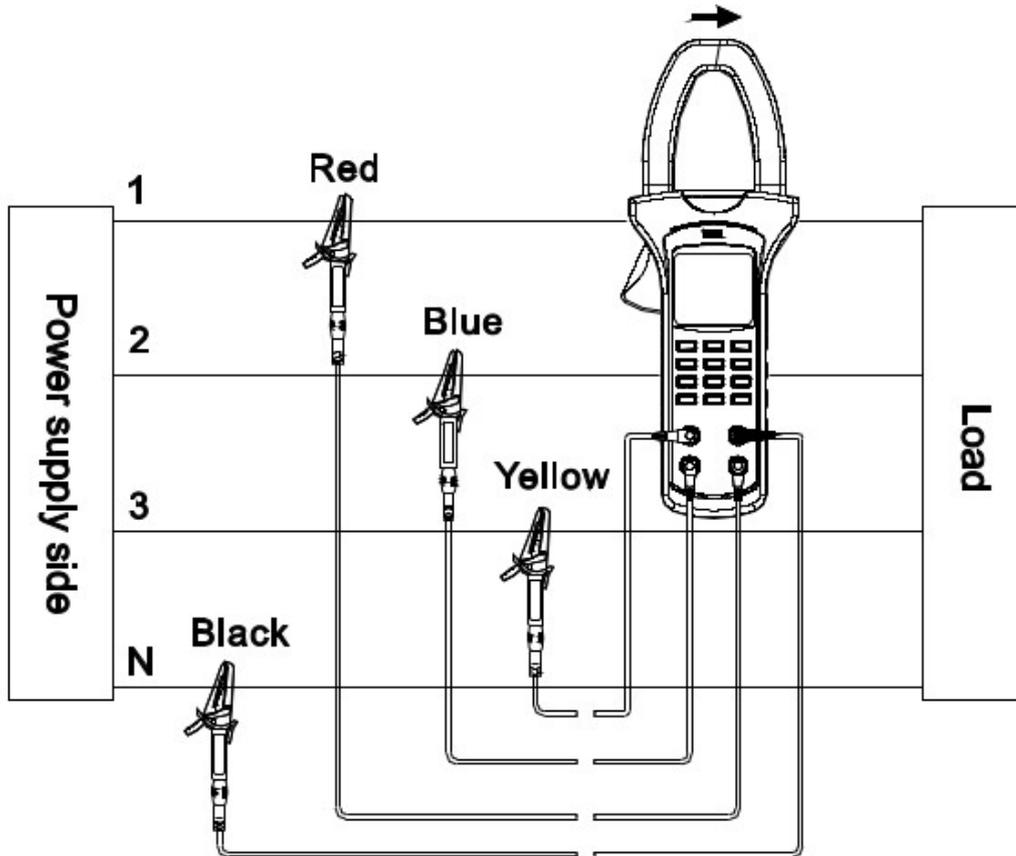
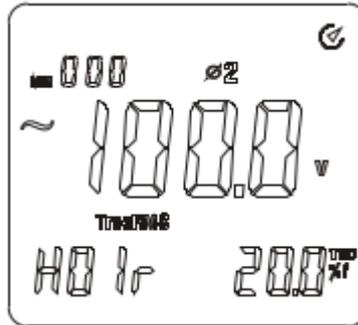
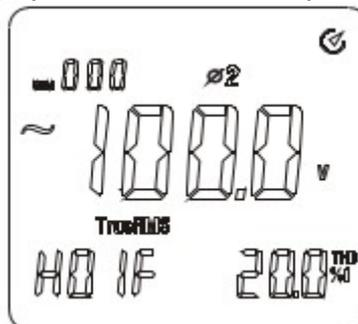
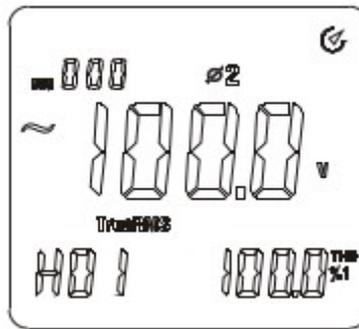

Figura 14
Figura 21
Figura 22
Figura 23
1) Presione la tecla “MENU” para elegir tensión (V) + tensión (V)+ tensión (V). Inserte la punta de pruebas roja en el terminal V1, la azul en el terminal V2, la amarilla en el terminal V3 y la negra en el terminal COM y conecte las puntas Como muestra la figura 14.
Pasos de medición: Presione la tecla “HARM” para ingresar en el modo de medición de la relación de las armónicas totales y la señal completa de tensión y conecte la señal de tensión de la fase a medir a la entrada de tensión y el cero de la línea a la entrada COM. Como muestra la figura 14, conecte el cable de fase a cualquiera de las entradas de tensión V1, V2 o V3 y presione la tecla “SELECT” de modo que el puerto de medición sea consistente con el puerto de entrada. Como muestra la figura 21, el display mostrará el orden de la armónica actual (Con el display auxiliar en el borde inferior izquierdo de la pantalla), la relación de las armónicas totales y la señal completa de tensión (Con el display auxiliar en el borde inferior derecho de la pantalla) y el valor eficaz de la tensión armónica (En el display principal en el centro de la pantalla) respectivamente.
Pasos de medición: Presione la tecla “HARM” para ingresar en el modo de medición de la relación de las armónicas de la fundamental contra la distorsión total de tensión y conecte la señal de tensión de la fase a medir a la entrada de tensión y el cero de la línea a la entrada COM. Como muestra la figura 14, conecte el cable de fase a cualquiera de las entradas de tensión V1, V2 o V3 y presione la tecla “SELECT” de modo que el puerto de medición sea consistente con el puerto de entrada. Como muestra la figura 22, el display mostrará el orden de la armónica actual (Con el display auxiliar en el borde inferior izquierdo de la pantalla), la relación de la fundamental con la distorsión total (Con el display auxiliar en el borde inferior derecho de la pantalla) y el valor eficaz de la tensión armónica (En el display principal en el centro de la pantalla) respectivamente.
Pasos de medición: Presione la tecla “HARM” para ingresar en el modo de medición de la relación entre la fundamental y una armónica seleccionada y conecte la tensión de la fase a medir a la entrada de tensión y el cero de la señal a la entrada COM. Como muestra la figura 14, conecte la fase a cualquiera de los puertos de entrada de tensión V1/V2/V3 y presione la tecla “SELECT” de modo que el puerto de medición sea consistente con el puerto de entrada. Como muestra la figura 23, el display mostrará el orden de la armónica actual (Con el display auxiliar en el borde inferior izquierdo de la pantalla), el valor eficaz de la tensión de la armónica (En el display principal en el centro de la pantalla) y el porcentaje de la componente seleccionada respecto a la fundamental (Con el display auxiliar en el borde inferior derecho de la pantalla) respectivamente.